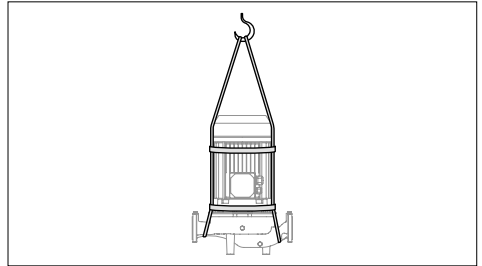

FIG 1 : Levage des pompes 3E à l'aide de cordes
- Retirer le boulon entre le corps de pompe et le support du moteur et retirer simplement le moteur dans le sens axial. Utiliser un palan adapté pour soulever/déplacer la pompe. (FIG 1)